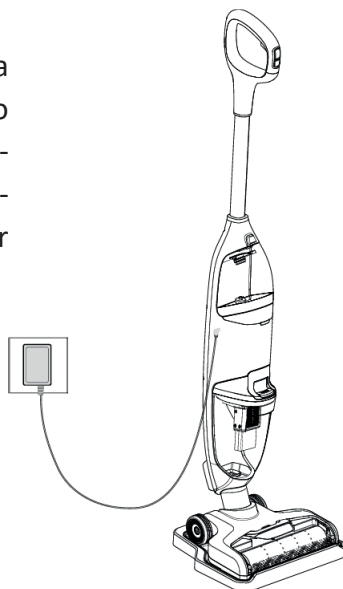

Fig. 20
- Ligue o conector do adaptador à ficha de entrada do aparelho e depois ligue o adaptador a uma tomada elétrica. Durante o carregamento, coloque o aparelho na vertical, num canto, para evitar tropeções (Fig.20).